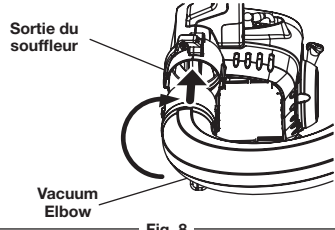

Fig. 8
1. Lorsque vous vous trouvez en face de l'appareil, tenez le bout claveté du coude aspirateur dans la main gauche et le bout évasé dans la main droite. Alignez les languettes de verrouillage sur bout claveté avec les languettes sur la sortie du souffleur. (Fig. 8)
2. Insérez le coude aspirateur dans le souffleur et tournez-le dans le sens des aiguilles d'une montre jusqu'à ce qu'il se verrouille en place. (Fig. 8)